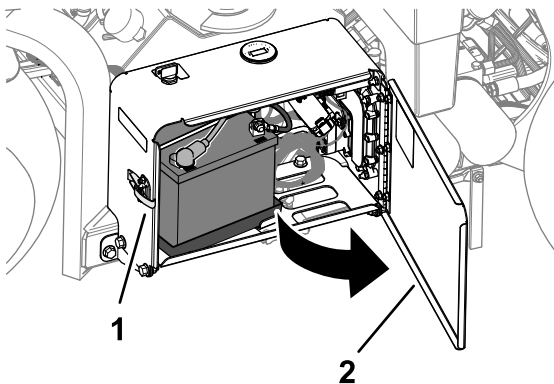

Figure 169
1. Déverrouillez et ouvrez la porte du compartiment de la batterie (Figure 169).